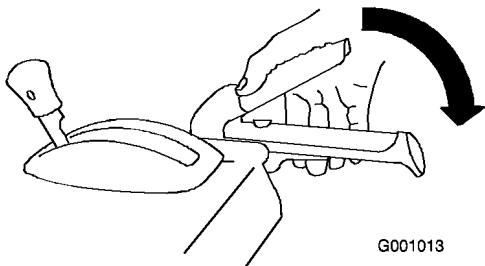

Figure 29
1. Pour engager la fraise à neige/turbine, serrez le levier droit (fraise à neige/turbine) contre la poignée (Figure 29).